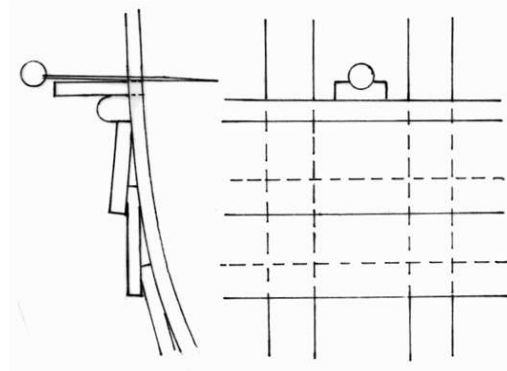

Abb. 21: Montage der Berghölzer.
a. Der weitere Ablauf bis zur Bordkante: Die beiden Berghölzer, die jetzt folgen, sind durch eine fast parallele Planke getrennt. Der wesentliche Unterschied zu den Planken besteht darin, daß die Möglichkeit der Befestigung durch Anbohren und Festdrücken nicht besteht. Hier muß die Methode geändert werden: Die Nadel bleibt, der Bohrer verschwindet. Dafür springt ein Holzstückchen ein, dessen Stärke so gehalten ist, daß der Druck ausreicht, das Bergholz nach unten und gegen die Spantleiste festzuhalten (Abb. 21). Da es auch hier, wie bei den Planken, nicht zu umgehen ist, die gesamte Leiste gleichzeitig einzustreichen, gebietet die Eile eine exakte Vorbereitung: Die angepaßte und gebogene Ebenholzleiste wird festgelegt, indem man in etwa jedem zweiten Zwischenraum der Spantleisten eine Nadel eindrückt und ein Holzstückchen entsprechender Stärke einklemmt. Wenn das vom Bug beginnend bis zum Heck durchgeführt ist, werden alle Klemmstücke herausgezogen. Da die Hölzer jedoch verschiedene Stärken aufweisen, ist es im Sinne des schnellen Ablaufs notwendig, sie der Reihe nach hinzulegen. Das Aufbringen des Leims geschieht wie bei der Planke: Die Spantleisten betupfen und die Unterseite des Bergholzes "bestreifen".